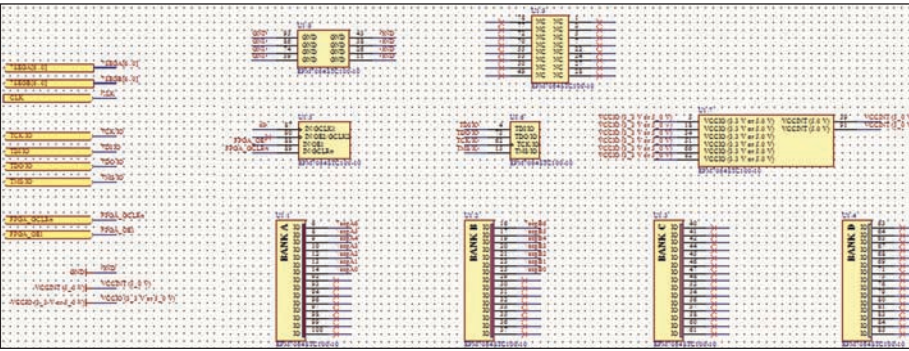

Рис. 7
- 3) *схемный символ запрограммированной ПЛИС* (рис. 7), автоматически генерируемый при объединении FPGA- и PCVB-проектов Мастером FPGA to PCB Projects Wizard;